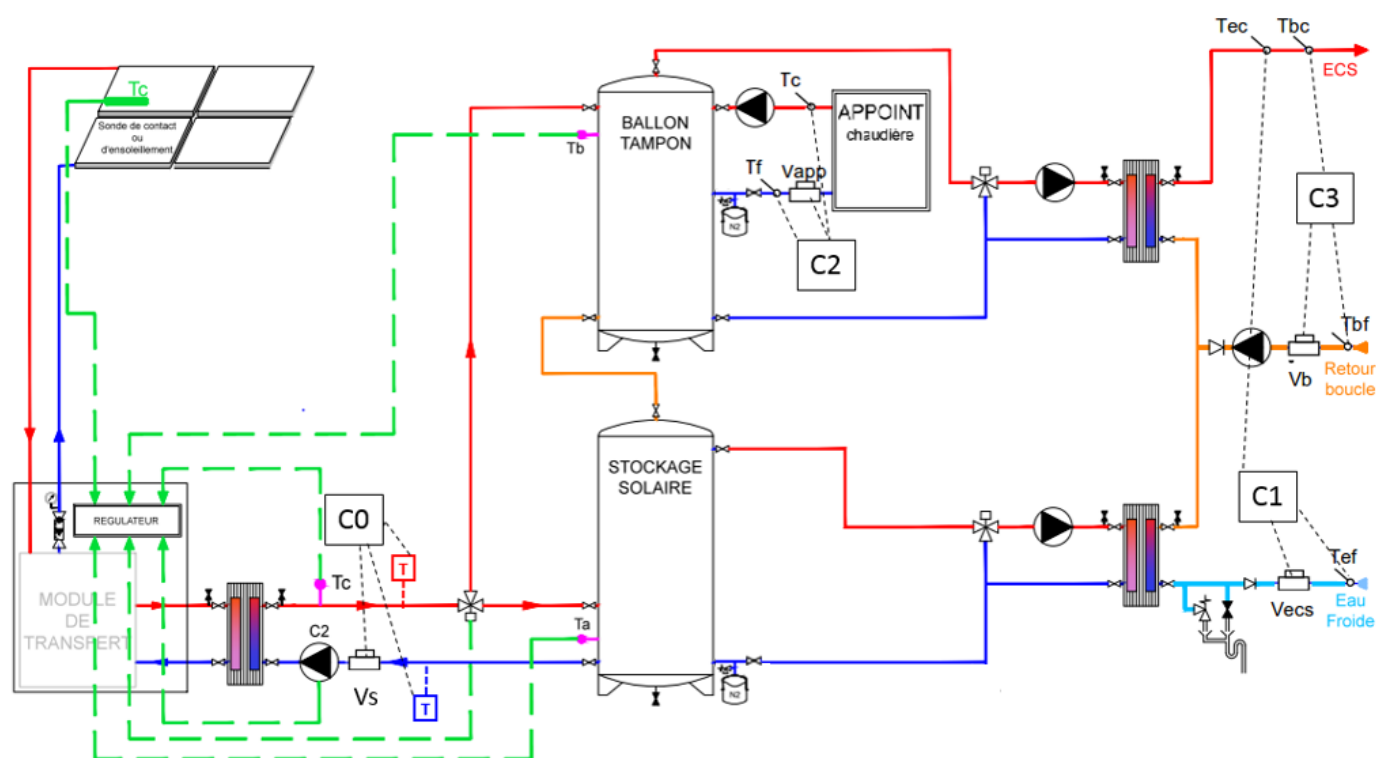

Fig. 9 Dérivation du secondaire solaire par vanne 3 voies pour réchauffer le ballon d'appoint et deux échangeurs de décharge
- Soit on ne compte que l'énergie solaire fournie au système (C0 fig. 9) ; le contrôle par rapport au théorique doit se faire avec la valeur équivalente d'un calcul, par exemple avec SOLO 2018
- Soit on utilise 3 compteurs (C1, C2, C3 fig. 9) pour estimer l'énergie solaire utile